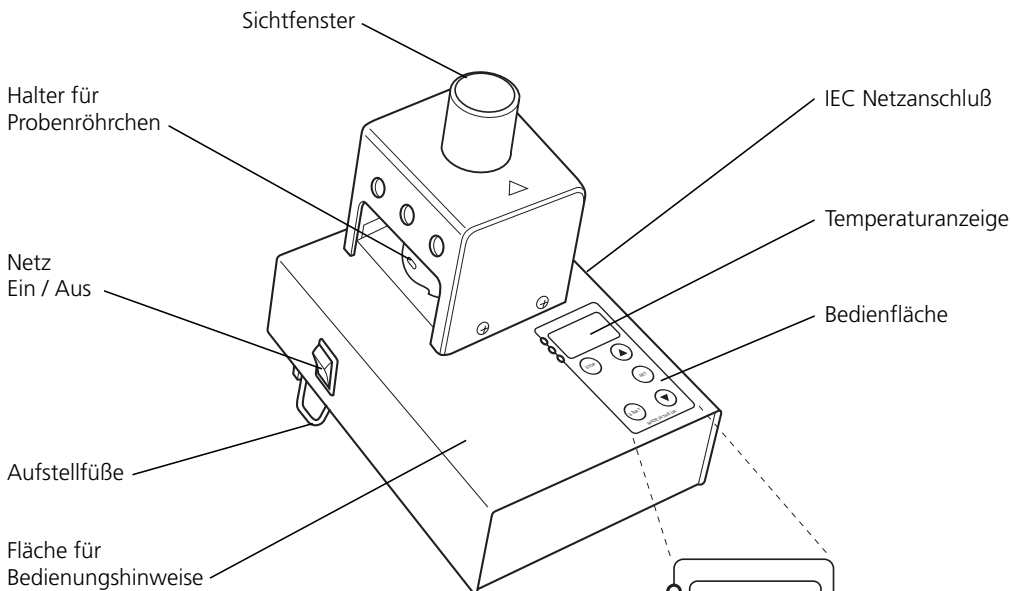

Abbildung 1
An der rechten Geräteseite befindet sich ein genormter IEC Anschluß für das Netzkabel, (siehe Abbildung 1). Das Gerät wird mit zwei Netzkabeln mit IEC Anschluß geliefert. Das eine Netzkabel ist für den Anschluß in Großbritannien gedacht und besitzt 3 Anschlußstifte, während das andere Kabel mit einem Schuko-Stecker ausgestattet ist. Wählen Sie das entsprechende Netzkabel für Ihren Einsatzort. Das andere Kabel kann dann entsorgt werden.
8. Die Taste "Start" drücken. Das Gerät heizt sich schnell auf die Plateau-Temperatur auf (die Heizleuchte ist an - siehe Abbildung 1).
9. Nach Erreichen der Plateau-Temperatur sind sowohl die Plateau-Leuchte als auch die Heizleuchte aktiviert - siehe Abbildung 1. Anm.: Bei niedrigen Plateau-Temperaturen kann es zunächst zu einem Überschreiten der eingestellten Temperatur kommen. Daher warten, bis das Plateau-Licht aufleuchtet, um sicher zu sein, daß sich die Temperatur stabilisiert hat.
10. Erneut die Taste "Start" drücken. Die Halterung heizt sich nun mit der festgelegten Anstiegstemperatur von 2°C pro Minute auf. (Dabei geht die Plateau-Leuchte aus, während die Leuchten für Anstiegsrate und Heizung aktiviert sind - siehe Abbildung 1).